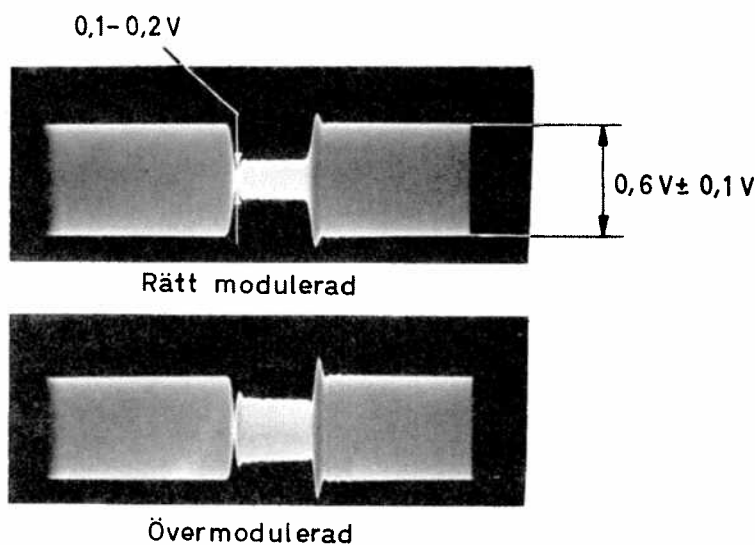

Bild 6
- 3.4.3.4 Anslut oscilloskopet till mätjacken J1 BASB på inkopplingsenheten. Kontrollera att bärvågen är $0,6 V_{t-t}^{+0,1 -0}$ V och att kvarvarande bärvåg under videopulsmoduleringen är så liten som möjligt dock inte mindre än $0,1 V_{t-t}$. Kontrollera enligt bild 6 att bärvågen inte är övermodulerad.